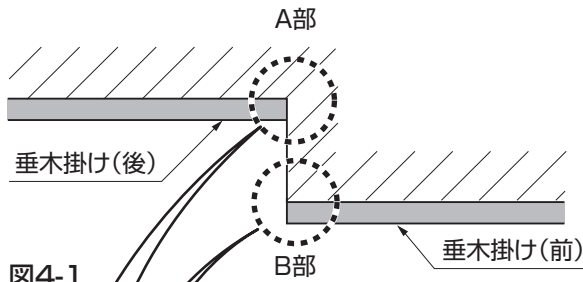

図4-1
①垂木掛け(前・後)を図4-1、図4-2を参照し、躯体に取付けてください。